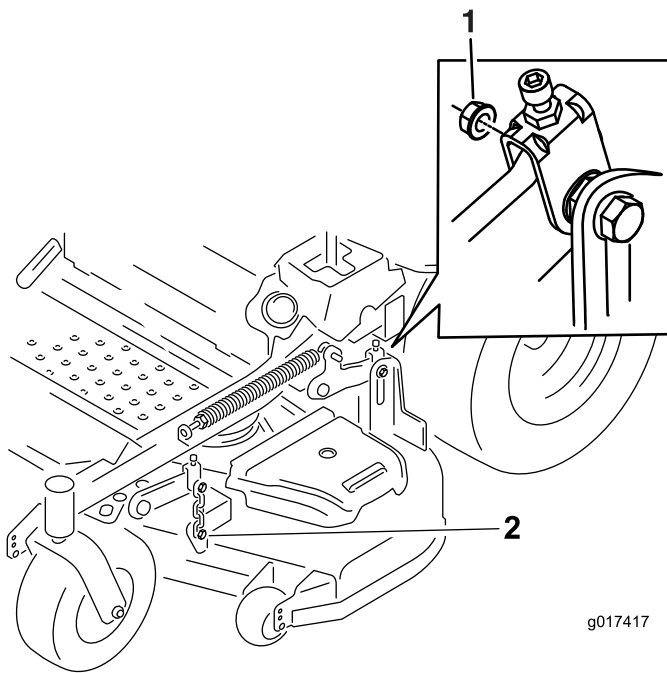

Figura 86
7. Retire y guarde los herrajes de ambos lados de la carcasa, según se muestra en Figura 86.